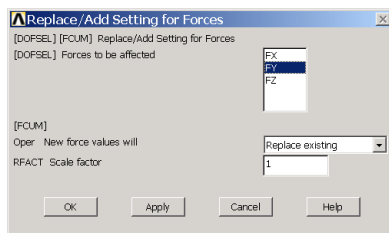

图5.24 重复设置力对话框
(1) 单击 **Main Menu>Solution>Define Loads>Settings>Replace vs Add>Forces** 菜单，弹出如图 5.24 所示的设置对话框。在【New force values will】下拉列表框中选中【Replace existing】选项，然后单击【OK】按钮，则以后进行重复设置力时新的力将替代原有的力。